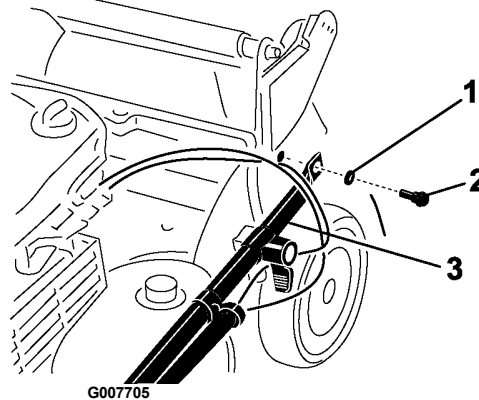

Рисунок 3
2. Прикрепите окончания ручки к задней части деки газонокосилки, используя 2 шайбы и 2 болта (Рисунок 3), не затягивайте болты.
**Важно:** Будьте внимательны, чтобы тросики были за пределами ручек (Рисунок 3).